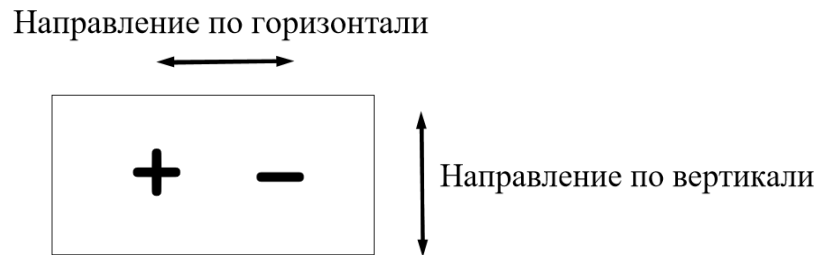

Рис. 1. Смещение УГО в горизонтальном и вертикальном направлениях.
1. Возможность перемещения условного графического обозначения (УГО) относительно точки вставки семейства (регулируется параметрами «УГО Смещение X» и «УГО Смещение Y»), см. рис. 1 и раздел «Параметры экземпляра» в таблице 2.